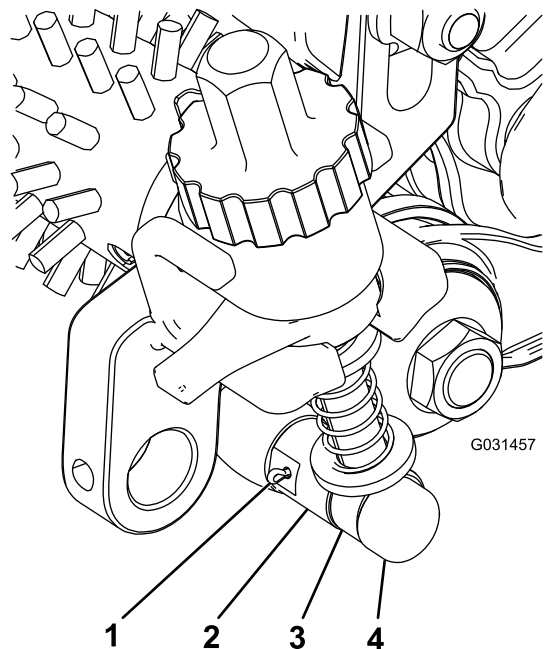

図 23
4. アイドラアセンブリ近くのアジャスタアームアセンブリのロッドをイドラアセンブリのアジャスタカラーに整列させ、アジャスタピンとコッターピンで固定する 図 23。